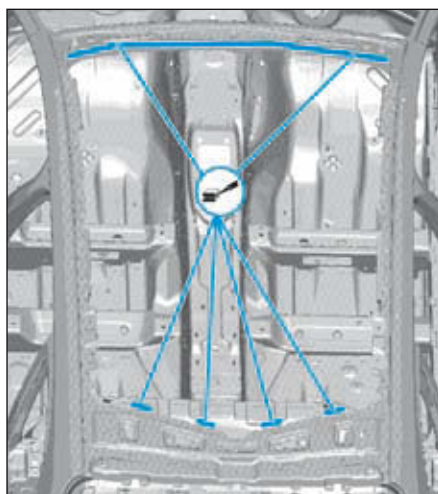

FIG.89
• Appliquer des cordons de colle sur le cadre de pavillon (Fig.89).